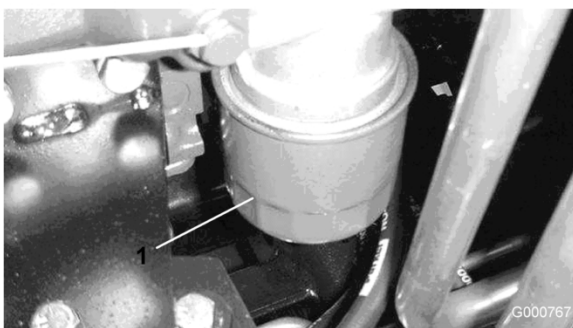

Figure 43
- Déposez le filtre à huile (Figure 43). Appliquez une fine couche d'huile propre sur le joint du filtre de rechange avant de le visser en place. Ne serrez pas excessivement.